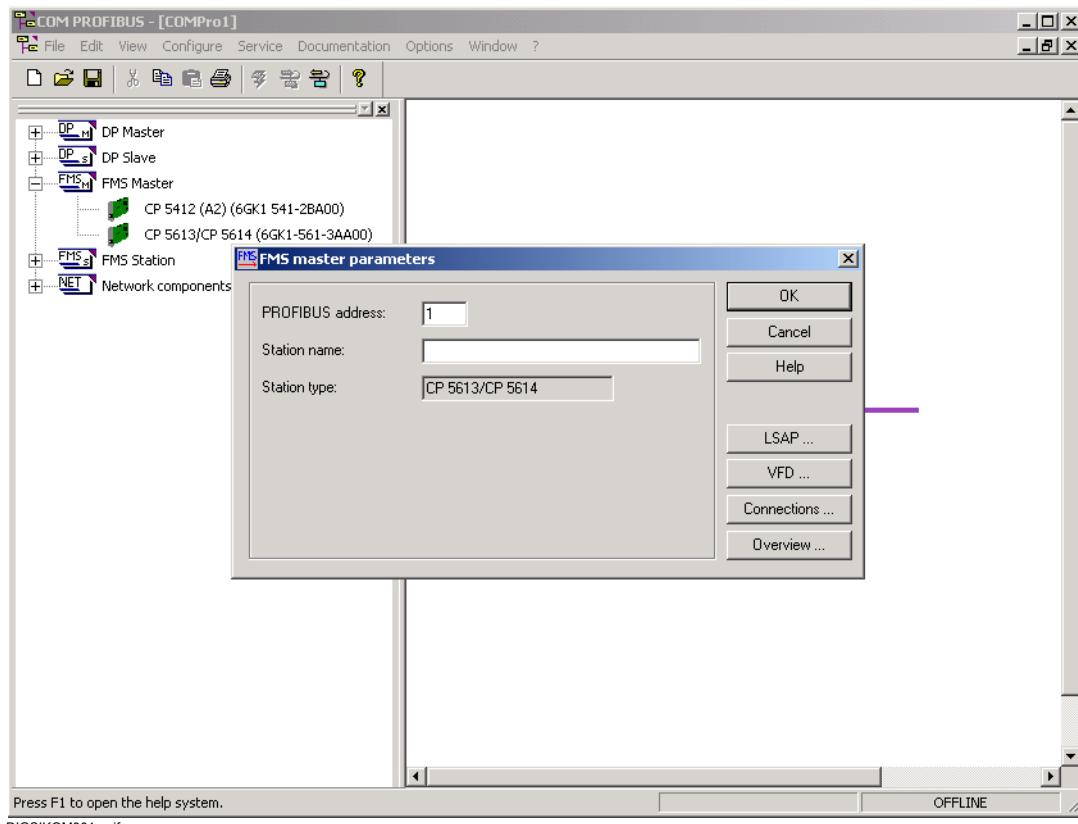

Рис. 7-17 Новая главная система
- Из списка перетащите FMS master CP5613/CP5614 в рабочую область окна данных (см Рисунок 7-17).